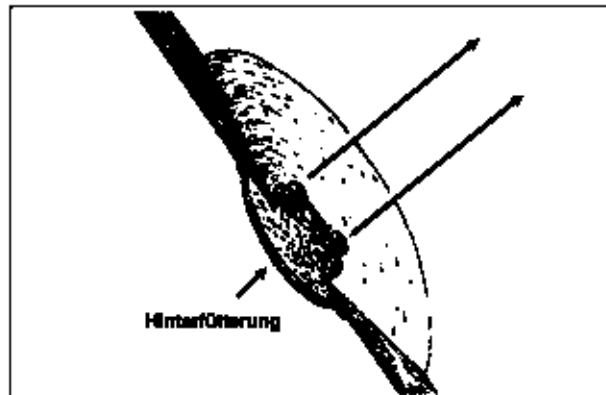

Abb. 3-4 Ziehen Sie die Gegenplatte fest an die Lochränder, um sie mit dem Laminat zu verkleben.
4. Die Gegenplatte wird nun straff angezogen, die Drähte oder Schnüre werden an geeigneter Stelle befestigt (Abb. 3-4). Durch den Zug muß sich die Platte dicht anpressen und eine eventuelle Krümmung der Außenhaut ausgleichen. Etwas Epoxidharz sollte herausquellen. Dieses Harz wird sorgfältig entfernt, bevor es härtet. Die Schrauben werden erst entfernt, wenn das Epoxidharz gut ausgehärtet ist.